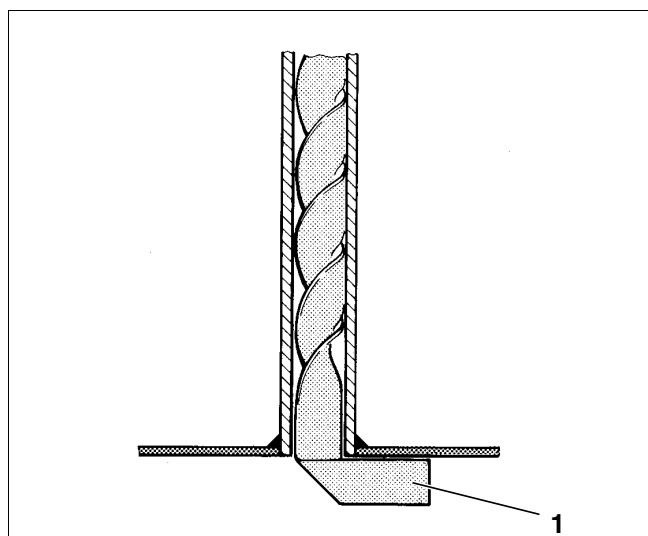

Fig. 30 Detalhe da patilha de encosto
- Verificar se os turbuladores com as patilhas de encosto encostam à frente na horizontal nos tubos de aquecimento suplementar (fig. 30).
A patilha de encosto (fig. 30, **item 1**) dos turbuladores deve encostar à frente na horizontal no tubo de aquecimento suplementar após a respectiva inserção.